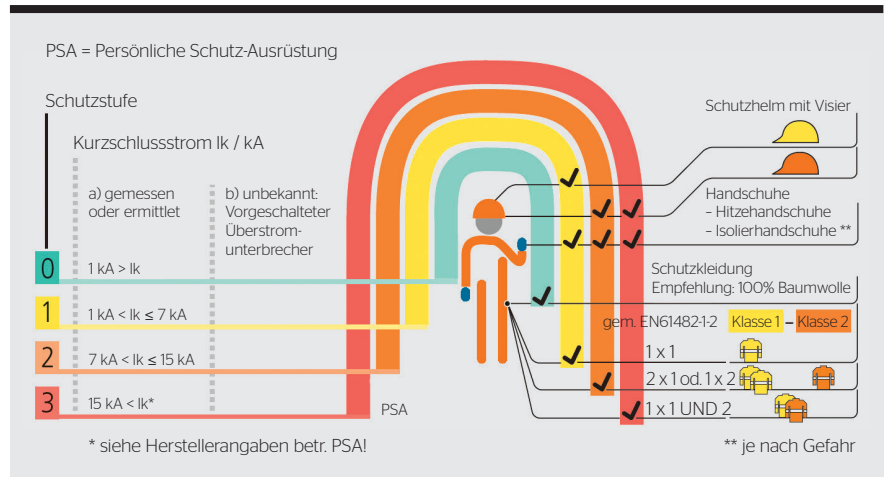

Bild 1 Schutzkleidungsstufen.
- Zum Schutz vor Störlichtbogen ist immer eine persönliche Schutzausrüstung zu verwenden (Bild 1). Welche Schutzstufe sie aufweisen muss, ist bei Batterieanlagen schwierig abzuschätzen. Das Beachten der Herstellerangaben ist dafür unerlässlich. Aus dem darin angegebenen Kurzschlussstrom oder Innenwiderstand einer Zelle lässt sich ein Worst-Case-Szenario für den Kurzschlussstrom herleiten: ($I \approx U/R$). Die in Bild 1 zugeordneten Werte beziehen sich auf eine Spannung von 230 V . Wird die Batterieanlage mit kleineren Spannungen betrieben, befindet man sich auf der sicheren Seite. Weist die Anlage eine höhere Spannung auf, ist dies entsprechend zu berücksichtigen, da mit der höheren Spannung auch die potenzielle Kurzschlussenergie höher wird.